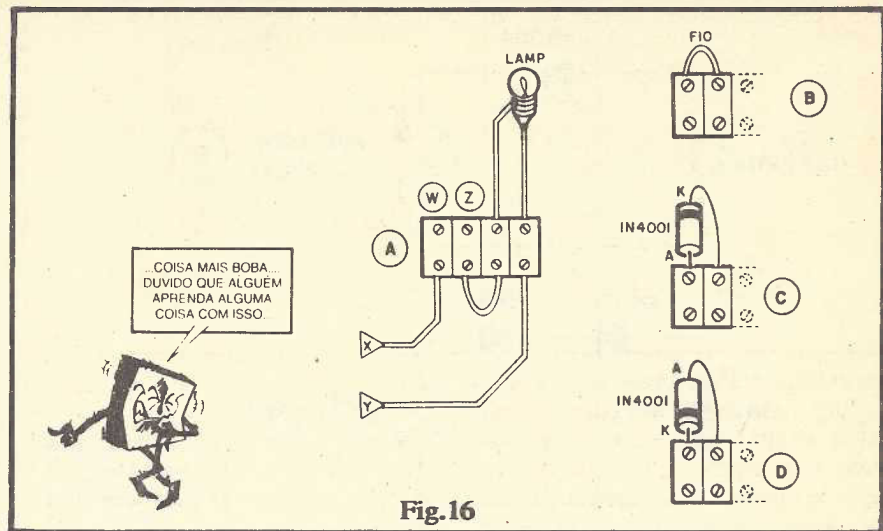

Fig.16
- FIG. 16 - Mostra o chapeado (sempre em barra de terminais, “sem solda”, tipo “Sindal”...) do Módulo/Lâmpada (16-A) e várias possibilidades de conexões experimentais (16-B, 16-C e 16-D).